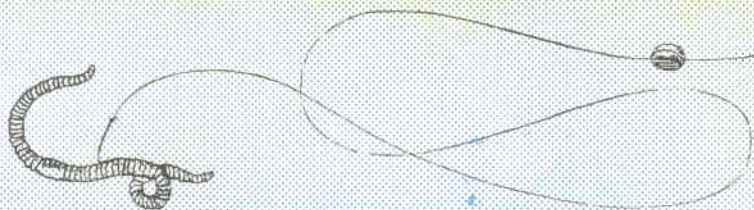

Fig. 6
- Usate ami del n. 8 o 10 infilati presso la metà della lunghezza del verme e, se necessario, fissate i piombi alla distanza di circa 25 centimetri (fig. 6);